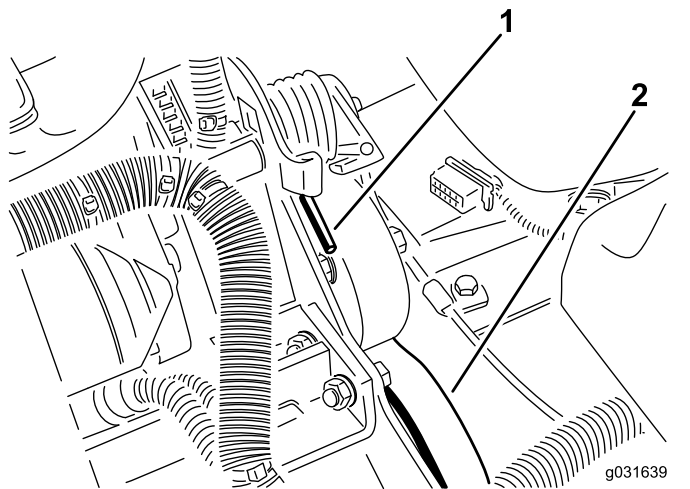

図 60
2. スプリングの端を前側に押し下げてブラケットから外し、スプリングのテンションをなくす 図 60。